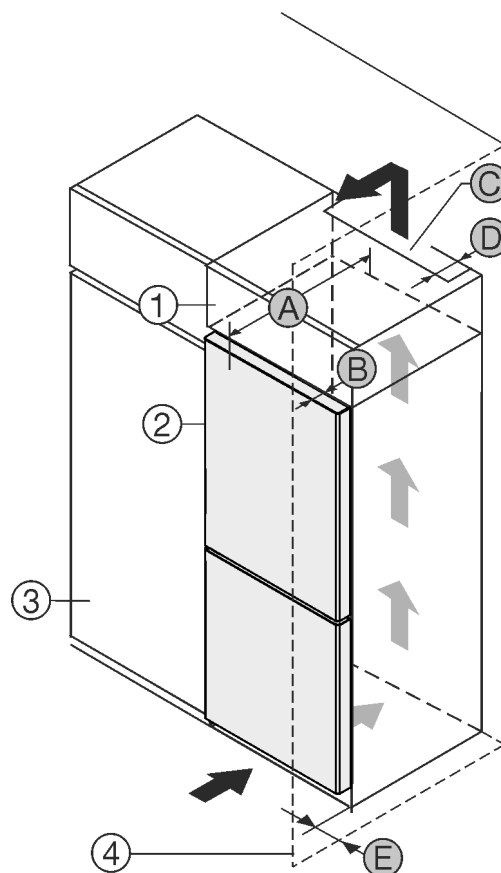

Fig. 1
- (1) Nástavná skříňka
- (2) Příklad
- (3) Kuchyňská skříň
- (4) Stěna
- (A) Hloubka přístroje
- (B) Hloubka dvířek
- (C) Větrací průřez
- (D) Vzdálenost zadní strany přístroje
- (E) Vzdálenost k zadní straně přístroje
Příklad nainstalujte přímo vedle kuchyňské skříňky Fig. 1 (3).*
Na zadní straně nástavné skříňky musí být větrací šachta hluboká Fig. 1 (D) přes celou šířku nástavné skříňky.
Pod stropem místnosti musí být dodržen větrací průřez Fig. 1 (C).
Když se přístroj instaluje závěsy vedle stěny Fig. 1 (4), musí být vzdálenost mezi přístrojem a stěnou minimálně 13mm.
Když se přístroj instaluje závěsy vedle stěny Fig. 1 (4), musí být vzdálenost mezi přístrojem a stěnou minimálně 20mm.
Aby bylo možné dvířka plně otevřít, musí přístroj přesahovat o hloubku dvířek Fig. 1 (B) vůči přední linii kuchyňské skříňky. V závislosti na hloubce kuchyňských skříňek Fig. 1 (3) a použití vymezovačů odstup od stěny může přístroj vyčnívat dále.*